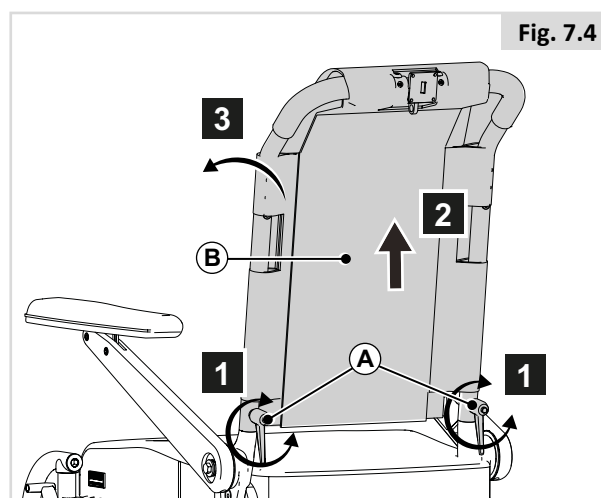

Fig. 7.4
7.3 Plegado del respaldo (Fig. 7.4)